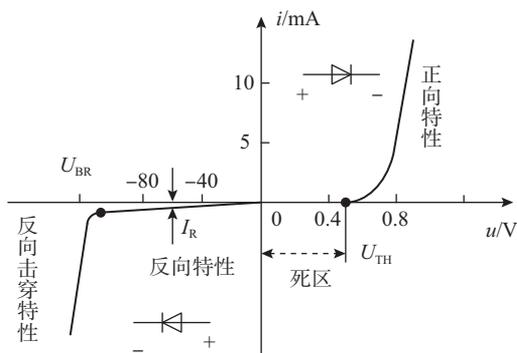

图 1-6 半导体二极管的伏安特性曲线
将表 1-1 和表 1-2 中的实验数据绘成曲线,可得到二极管的伏安特性曲线,如图 1-6 所示。
(2) 反向特性。当二极管外加反向电压时,其电流和电压的关系称为二极管的反向特性。由图 1-6 可见,当二极管外加反向电压时,反向电流很小,并且在相当宽的反向电压范围内,反向电流几乎不变。因此,称此电流值为二极管的反向饱和电流。此时,二极管呈现的电阻很大,可以认为二极管处于截止状态。一般来说,硅二极管的反向电流比锗二极管的反向电流要小很多。
(3) 反向击穿特性。由图 1-6 可见,当反向电压增大到  $U_{\text{BR}}$  时,若反向电压轻微增加,反向电流会急剧上升,此现象称为反向击穿,其中  $U_{\text{BR}}$  为反向击穿电压。对于常规二极管来说,反向击穿现象可能会导致元器件损坏。然而,稳压二极管在设计 and 制造过程中,其 PN 结经过了特殊调整,即使反向电流过大,也不会被损坏,并且其反向电压值能稳定在反向击穿电压  $U_{\text{BR}}$  附近。因此,二极管的反向击穿特性常应用于稳压二极管中,但一般的二极管不允许在反向击穿区工作。